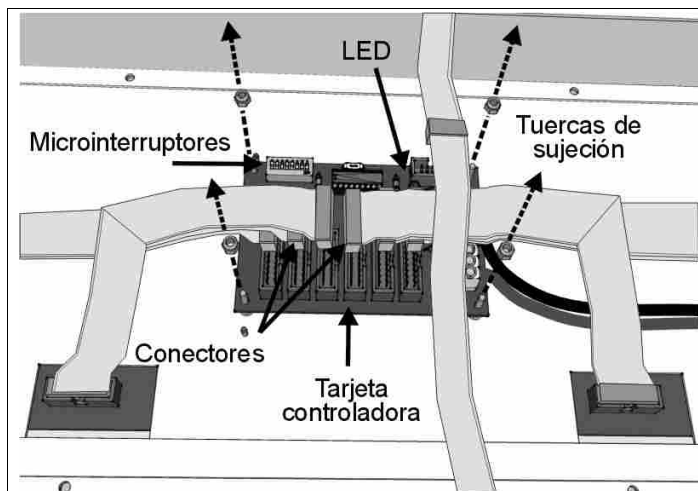

Fig. 14: Cambio de una tarjeta controladora
2. Cambie el cable que conecta la tarjeta de LEDs con la controladora (Fig. 14).
- b) localice la tarjeta controladora conectada al grupo de tarjetas de LEDs defectuosas con cables planos de 16 contactos (Fig. 14). Si conectando el marcador a la corriente, el LED de dicha tarjeta controladora (Fig. 14) se queda intermitente, cambie la tarjeta controladora (véase el capítulo 7.2); en caso contrario, si el LED sigue apagado, cambie el cable que conecta la tarjeta de conectores con las tarjetas controladoras.
6. Localice la tarjeta (o tarjetas) controladora montada dentro del soporte (Fig. 14) a la que están conectadas las tarjetas de LEDs defectuosas. Quite de la tarjeta todos los conectores anotando su posición.
7. Desatornille las cuatro tuercas de sujeción de la tarjeta controladora (Fig. 14) con un destornillador de 5,5 mm y sáquela de su alojamiento.